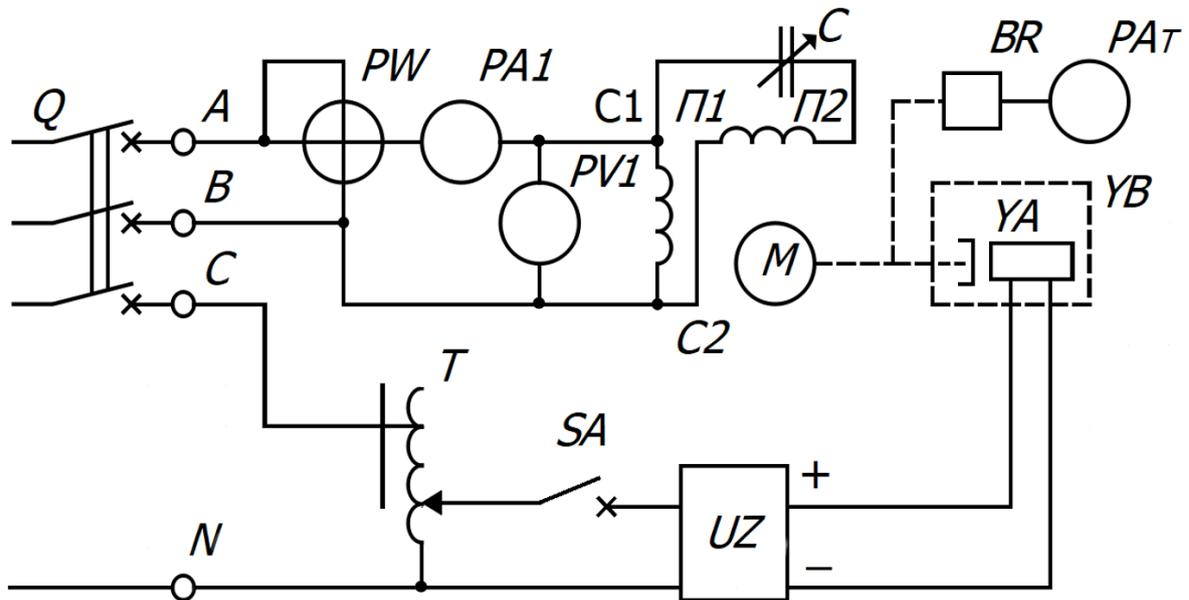

Рисунок 1. Схема экспериментальной установки
Работа выполняется на стенде СОЭ-2. Объектом исследования является однофазный синхронный реактивный двигатель типа СД-10 с напряжением питания 220 В, поэтому на него подается линейное напряжение (клеммы *A* и *B* блока включения) со стенда (см. рисунок 1). Для получения вращающегося магнитного поля двигатель имеет на статоре расположенные в пространстве под углом 90° две обмотки: рабочую (выводы *C1* и *C2*) и пусковую (выводы *П1* и *П2*). Пусковая обмотка подключается к сети через фазосдвигающий конденсатор *C* емкостью 1,25 мкФ. Такую ёмкость получают от переменного конденсатора стенда 0...34,75 мкФ включением конденсаторов на 1 и 0,25 мкФ.
4.2. Собрать электрическую схему (рисунок 1) и дать её проверить лаборанту или преподавателю. При этом все выключатели (кро-